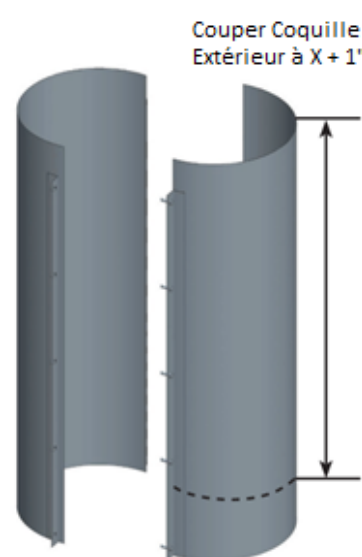

Figure 15 - Étape 3 - Coupe du boîtier extérieur
**Étape 3** - Coupez aussi les demi-coquilles extérieure du côté opposé des demi-bandes bridé ajouté sur le dessus de la paroi, à la dimension X plus 1". Voir figure 15.